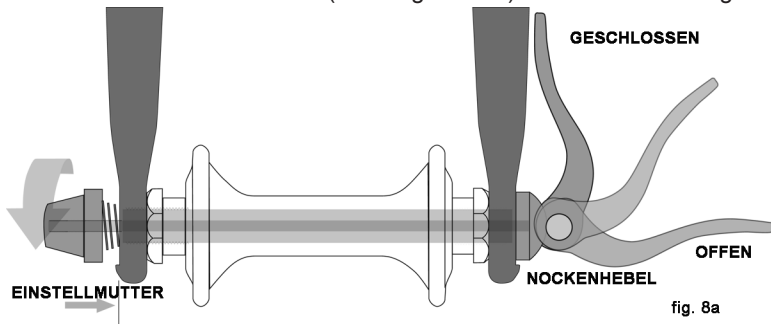
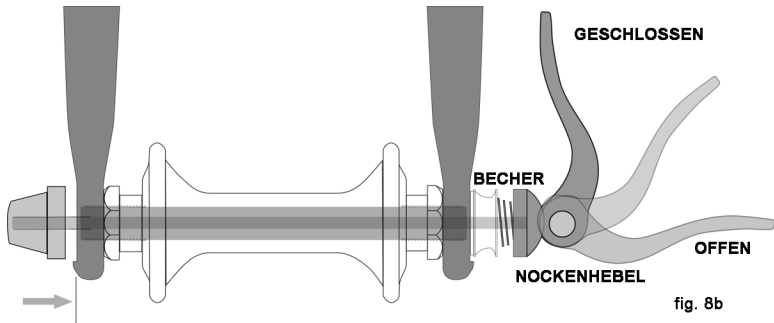

fig. 8a
fig. 8b
- Durch die hohle Nabenachse wird eine Spannachse mit Gewindemutter am einen und Exzenter-Mechanismus (siehe fig. 8a & b) am anderen Ende gesteckt.
Zur Zeit gibt zwei Arten von Schnellspann-Systemen: die herkömmliche Bauform (fig. 8a) und ein System mit zusätzlicher Haltekappe ("Cup", siehe fig. 8b). Beide funktionieren mit einem Exzenter-Mechanismus, um das Laufrad sicher in Rahmen oder Gabel zu fixieren. Möglicherweise ist ihr Bike mit beiden Typen ausgestattet – vorne mit Zusatz-Haltekappe, hinten ohne.
a. Justieren von herkömmlichen Exzenter-Schnellspannern (fig. 8a)
b. Justieren von Schnellspannern mit Zusatz-Haltekappe (fig. 8b)
(2) Bei Schnellspannachsen: Legen Sie den Schnellspannhebel von geschlossen ("CLOSED") auf offen ("OPEN") um (fig. 8a & b). Bei Steck- oder Schraubachsen: Öffnen Sie die Klemmschraube(n) mit dem Bedienhebel oder passendem Werkzeug um einige Umdrehungen gegen den Uhrzeigersinn.
(3) Bei aufgesteckten Ausfallsicherungen: Lösen Sie diese und gehen zu Schritt 4. Bei in die Gabel integrierten Ausfallsicherungen und herkömmlichem Schnellspanner (fig. 8a): Drehen Sie die Einstellmutter einige Umdrehungen gegen den Uhrzeigersinn, bis sich das Laufrad nach unten ausbauen lässt. Bei Schnellspann-System mit Zusatz-Haltemutter (fig. 8b): Hier müssen keine Schrauben oder Muttern gedreht werden. Drücken Sie stattdessen Haltemutter und Schnellspannhebel zusammen, um das Laufrad ausbauen zu können.
(4) Heben Sie das Bike am Lenker leicht an und drücken Sie das Laufrad nach unten aus den Gabelausfallenden. Klopfen Sie nötigenfalls mit dem Handballen oben auf den Reifen, um die Nabe aus den Ausfallenden zu lösen.
(1) Bei Schnellspannachsen: Legen Sie den Schnellspannhebel in die Position "OPEN" (fig. 8b). Bei Schraub- oder Steckachsen: weiter beim nächsten Schritt.
(2) Drehen Sie Lenker und Gabel in "Geradeaus"-Stellung und setzen Sie das Laufrad so in die Gabel, dass die Achsenden fest in den Ausfallenden sitzen. Der Schnellspannhebel (falls vorhanden) sollte in Fahrtrichtung links sein (fig. 8a & b). Bei aufgesteckten Ausfallsicherungen: bitte jetzt korrekt montieren.
(3) Bei herkömmlichem Schnellspanner: halten Sie den Schnellspannhebel in "ADJUST"-Position und ziehen Sie die Einstellmutter handfest an (fig. 8a). Bei Schnellspann-System mit Zusatz-Haltekappe (fig. 8b): Achsmutter (rechts) und Haltekappe müssen in die Ausfallenden eingerastet sein – es sind keine weiteren Einstellarbeiten nötig.
(4) Drücken Sie die Gabel fest nach unten, sodass die Achsenden auf Anschlag in den Ausfallenden und das Laufrad mittig in der Gabel sitzen:
(a) Bei Schnellspannachsen: Legen Sie den Schnellspannhebel in die "CLOSED"-Position (fig. 8a & b). Der Hebel sollte parallel zum Gabelbein verlaufen und zum Laufrad hin gebogen sein. Die Klemmkraft ist ausreichend, wenn der Schnellspannhebel einen Abdruck in ihrer Hand hinterlässt und Sie zum Schließen mit den Fingern ans Gabelbein greifen müssen.
(3) Bei Kettenschaltung: ziehen Sie den Schaltwerkkörper nach hinten.
(4) Bei Schnellspannachsen: Legen Sie den Schnellspannhebel in die "OPEN"-Position (fig. 8b). Bei Steck- oder Schraubachsen: Öffnen Sie die Klemmschraube(n) mit dem Bedienhebel oder passendem Werkzeug. Drücken Sie das Laufrad nach vorne/unten, bis sich die Kette vom Ritzel löst.
(5) Heben Sie das Bike hinten etwas an und nehmen das Hinterrad heraus.
Manche Bikes sind mit einem Sattelstützen-Schnellspanner ausgestattet. Dessen Exzenter-Klemmung funktioniert genauso wie ein herkömmlicher Laufrad-Schnellspanner (Kapitel 4.A.2, fig. 8a).